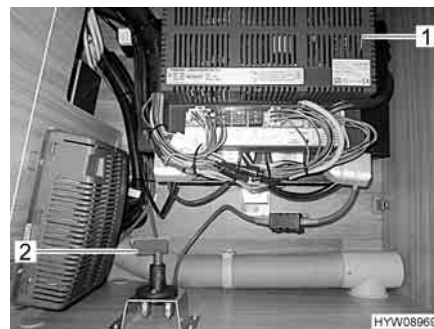

Fig. 17 Interruttore principale per il sistema di manovra, ubicazione
- L'interruttore principale (Fig. 17,2) si trova in uno dei cassoni letto, vicino all'apparecchio per l'alimentazione elettrica (Fig. 17,1).